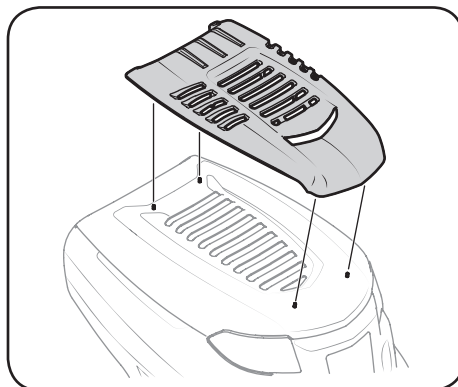

Figura 2-12
3. Calce la toma de aire en su lugar usando el capó como guía. Consulte la Figura 2-12.